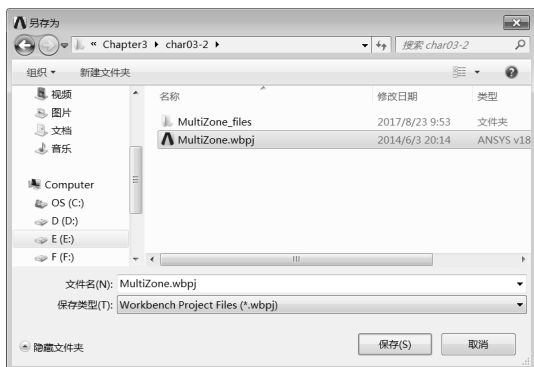

图 3-91 保存文件
Step20：如图 3-91 所示，选择 Mesh 平台的 File Save Project 命令，在弹出的“另存为”对话框中输入文件名 MultiZone.wbpj，单击“保存”按钮保存文件，然后退出 Mesh 平台。